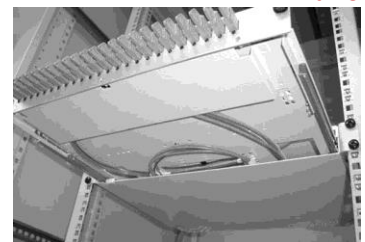

Bild 20
- Bild 20 zeigt den Verlauf der Bündeladerreserve unterhalb des Auszuges.